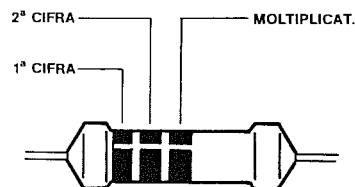

Fig.1 Codice da utilizzare per le resistenze con 3 fasce di colore.
1 = Calcolare la caduta di tensione ai capi di una resistenza da **2.200 ohm** attraverso la quale scorre una corrente di **10 milliAmper** (vedi fig. 1).
- = la **terza** fascia viene utilizzata per sapere quanti **zeri** aggiungere, prendendo sempre come riferimento il suo **colore** (vedi fig.1).